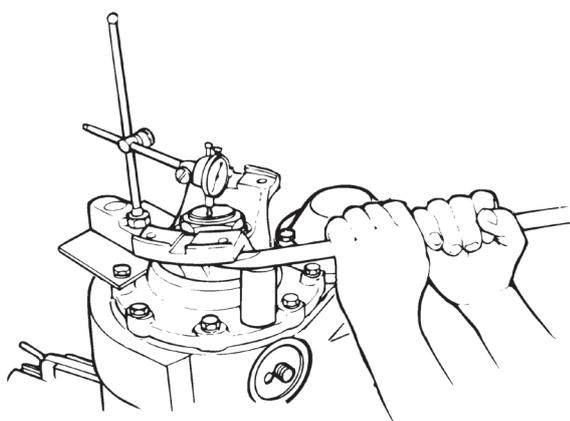

Figura 5.86
- C. Use uma alavanca e um suporte para levantar o garfo ou flange. Leia a medida indicada no relógio comparador. A leitura deverá ficar entre 0.050-0.200 mm (0.002-0.008"). Figura 5.86.